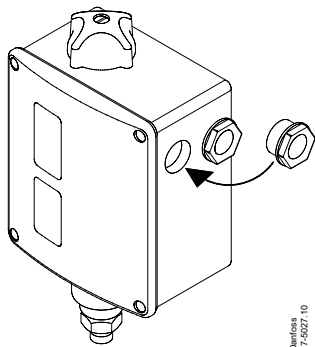

Fig. 6
A set of Pg13.5 cable gland is attached to the RT in a separate bag. To ensure IP66 (units with automatic reset) or IP54 (units with external reset) grade of RT enclosure it is necessary to assemble this gland as shown in the fig. 6. If this gland is not used with a cable, a metal blinding should be also assembled.
Et sæt Pg13,5 kabelforskrumning er vedlagt produktet i en separat pose. For at sikre kapslingsgrad IP66 (enheder med automatisk reset) eller IP54 (enheder med ekstern RESET) er det nødvendigt at montere denne kabelforskrumning som vist i fig. 6. Hvis denne kabelforskrumning ikke bruges sammen med et kabel, bør der monteres en blindprop (metal skive). Benyt monteringshullerne 25. Termostaten monteres på væggen i det rum, hvor temperaturen skal reguleres. Benyt monteringshullerne (25). Den anbringes, så dens føler er i god kontakt med den cirkulerende rumluft. Dog må føleren ikke blive direkte påvirket af f.eks. luftstrømmen fra en ven-tilator. Placering i nærheden af en dør skal undgås, da åbning og lukning af denne medfører falske temperatursvingninger omkring føleren.